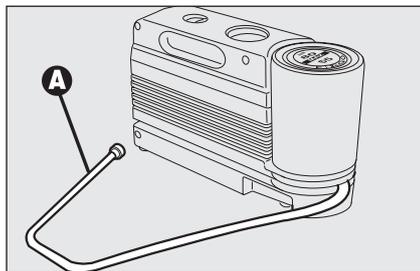
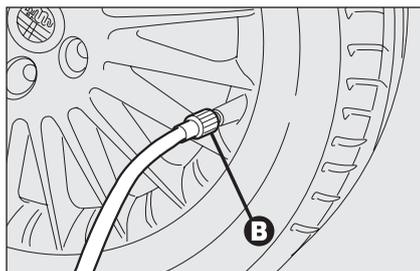

fig. 14
fig. 15
- ❑ svitare il cappuccio dalla valvola del pneumatico, estrarre il tubo flessibile di riempimento **A-fig. 14** ed avvitare la ghiera **B-fig. 15** sulla valvola del pneumatico;